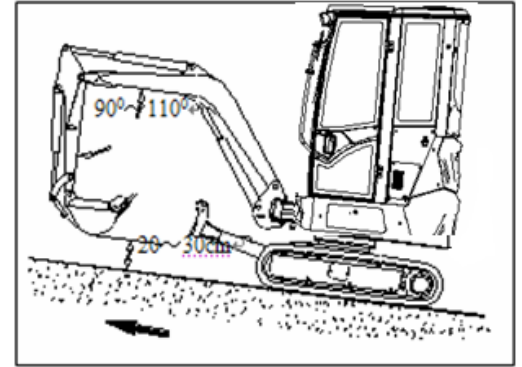

Abb. 3-17
8) Der Raupenbagger sollte ein Gefälle von 15° oder mehr Grad wie in Abb. 3-17 dargestellt mit langsamer Geschwindigkeit befahren.